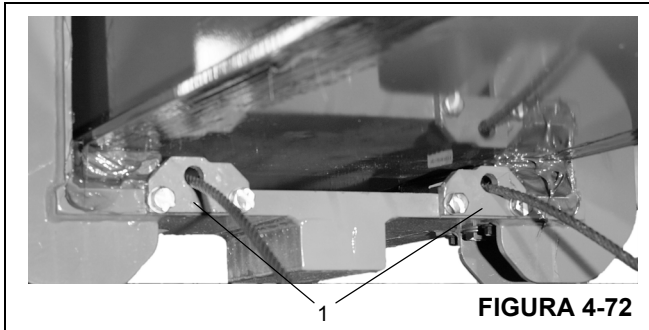

FIGURA 4-72
20. Conecte as fixações dos cabos de retração da seção volante à extremidade da seção intermediária interna (Figura 4-72, 1).